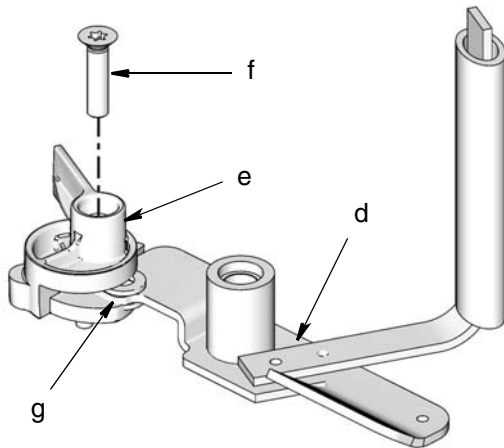

ABB. 6
- a. Nehmen Sie die Schraube (f) und die Scheiben (g) ab, die den Niedrigstandflügel (e) am Rührflügel (d) sichern, und entfernen Sie diese Teile vollständig vom Rührflügel. Legen Sie Schraube und Scheiben für den späteren Zusammenbau zur Seite (ABB. 6).